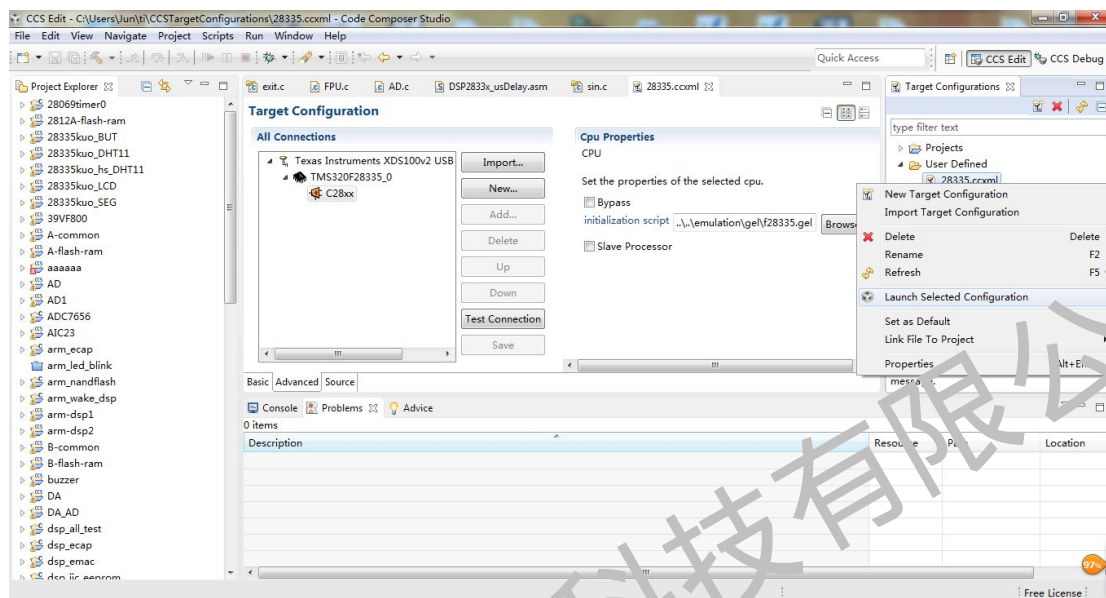

图 3-1-6
- 启动调试, 右击选择已配置的项目的 Launch Selected Configuration; 见下图 3-1-6 所示: